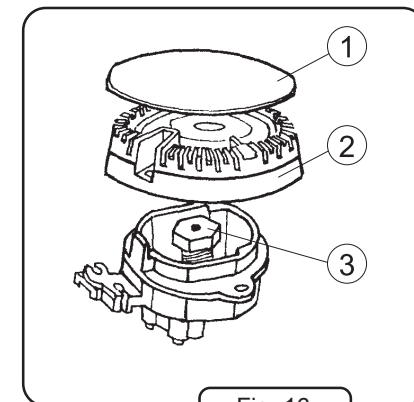
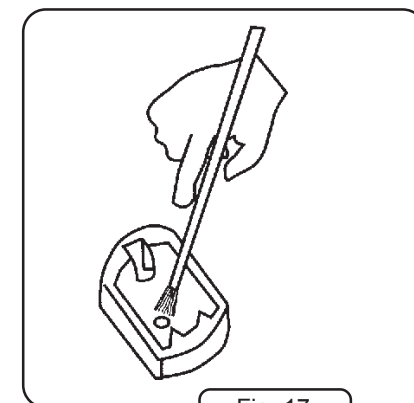

Fig. 16
Fig. 17
- Començando a limpeza dos bicos de gás precisa retirar as tampas 1 e os gorros 2 (fig. 16), molhar-lhes na água quente com um detergente, e depois lavar cada parte do bico de gás separadamente.
- Fazem o favor de tomar a atenção, para que o corpo de bico, sobretudo preto dos injectores sea limpo. A sujeira dos injectores 4 (fig. 16) pode provocar o foramento e causar a combustão irregular do gás ou os problemas de acendimento de bico. Para limpar os injectores precisa limar-lhes com o pincel molhado no dissolvente. (Fig. 17).